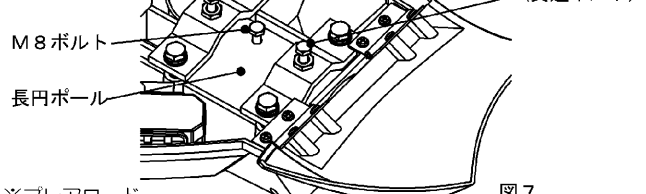

図7
- ④. 図5の場合は図7の通りに市販のM8ボルトを組み付けてください。（ボルト・スボルト）
2. 灯具を直線ボールに取り付けてください。(図7)